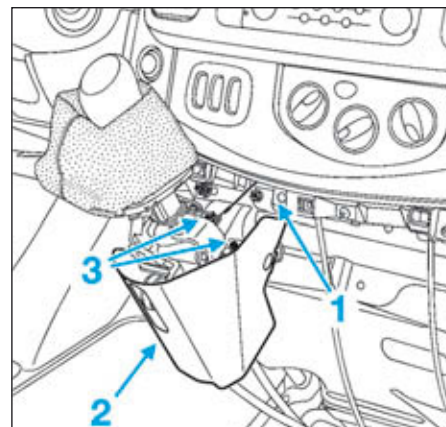

FIG.52
- Déposer (Fig.52) :
- l'écrou (1).
- la vis (2).
- les circlips (3) de maintien de la tôle de protection du support du levier de vitesses.